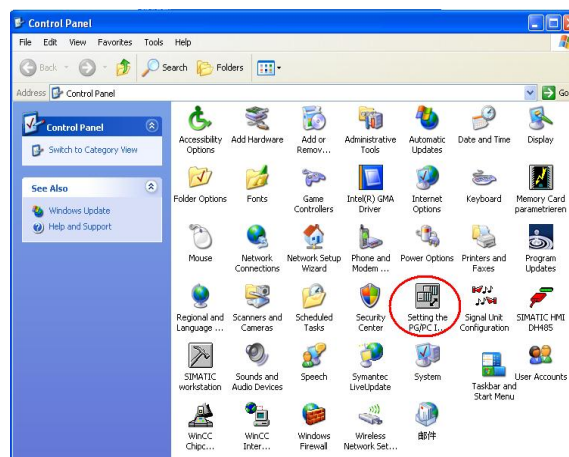

图 2.1.7
1. 在下载计算机的控制面板中，双击 Setting PG/PC Interface 图标，如图 2.1.7 所示：